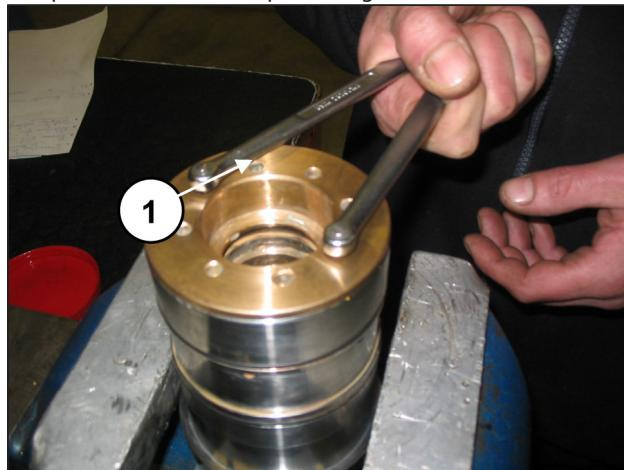

Fig. 169
Separe o suporte dos vedantes da camisa utilizando uma chave de boca redonda Ø5 comercialmente disponível (pos. ①, Fig. 169) e desaperte o suporte até que ele seja completamente extraído (pos. ②, Fig. 170).